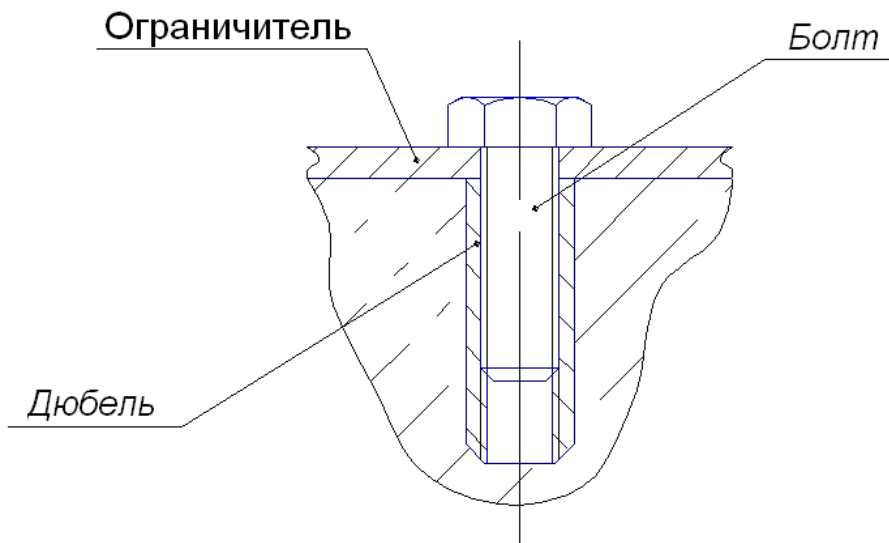

Рис. 3 Крепление ограничителя
2.2.3. Последовательно нажимая на углы платформы, проверить отсутствие вертикальных зазоров в опорах. Устранить зазоры, отрегулировав положение опор платформы. При помощи рожкового гаечного ключа законтрить опоры, воспользовавшись прорезями на торцевых поверхностях платформы. Ограничители рекомендуется закрепить на основании при помощи болтов с соответствующими дюбелями (рисунок 3) или анкерных распорных болтов (в комплект весов не входят).